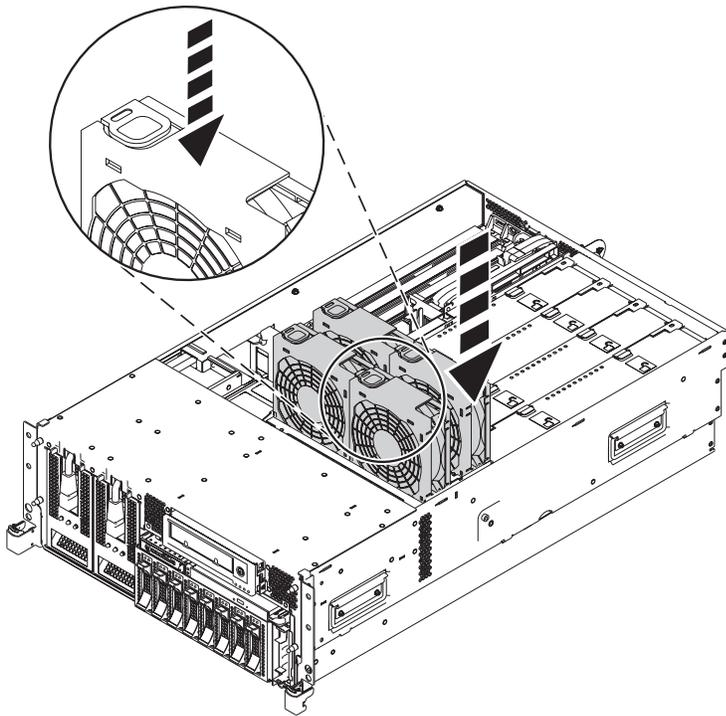

Figura 17. Instalar as ventoinhas na caixa da ventoinha
- c. Para instalar as ventoinhas, insira as ventoinhas nas respectivas localizações na caixa da ventoinha e empurre para baixo cada ventoinha até ficarem bloqueadas Figura 17.